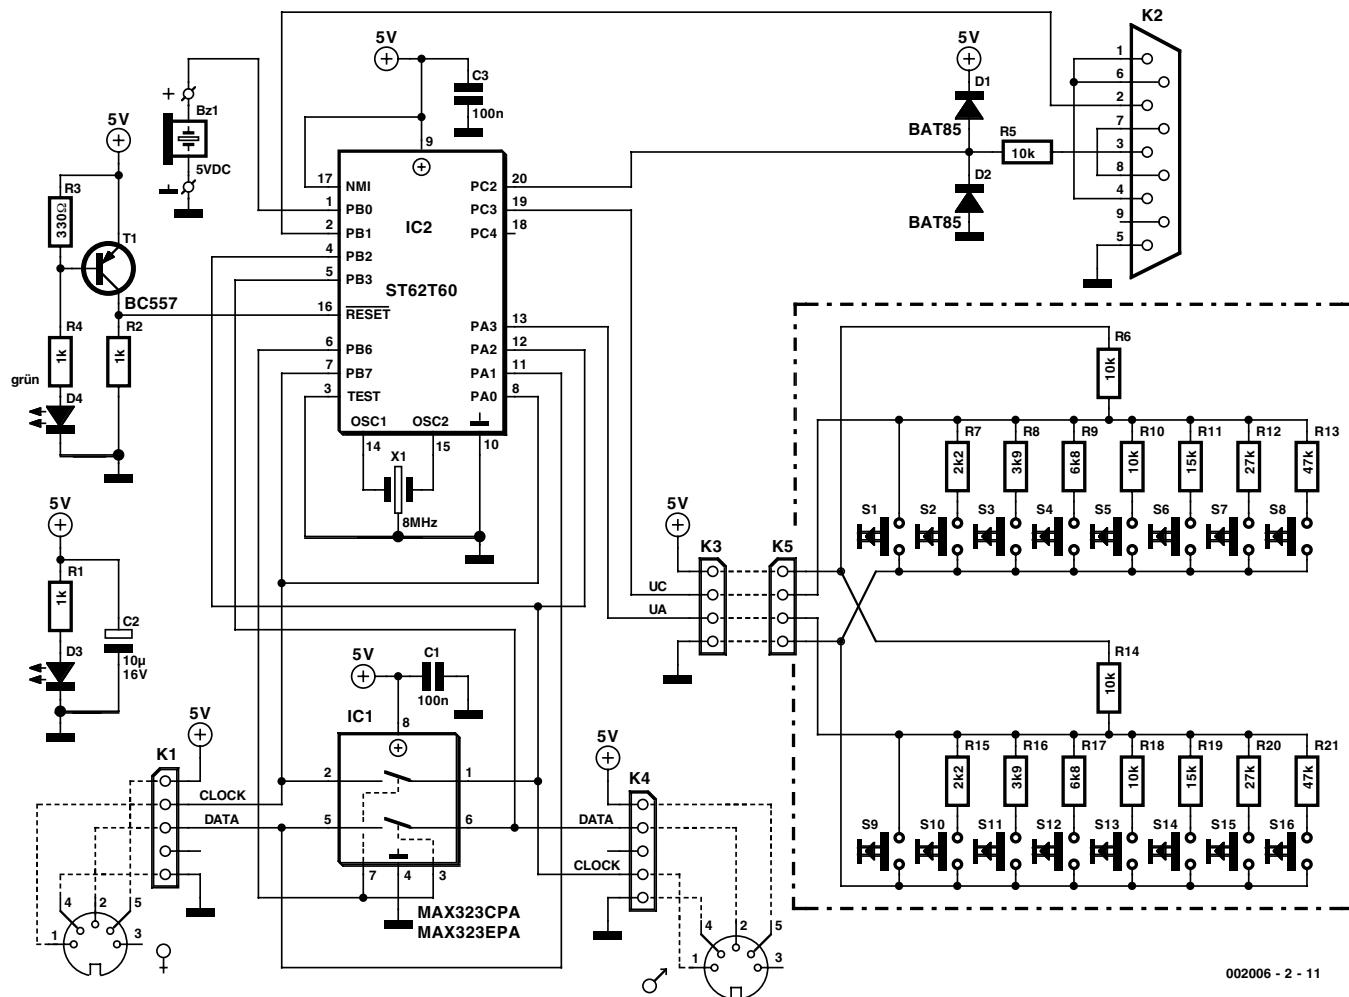
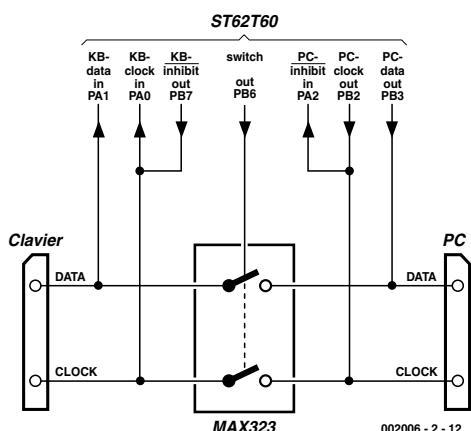

Figure 6. Le schéma complet du montage, une électronique basée sur deux puces.
Figure 7. Voici en clair comment les choses se passent.
Figure 6. Lecteur de CD MP3 utilisant le décodeur TL723 IMD de Samsung. Ce circuit se charge, outre du décodage des données MP3, également de la compression des signaux audio par ADPCM.
La **figure 6** présente un autre chipset. Le décodeur MP3 est ici un TL7231MD de Samsung. Ce composant intègre un CNA, ce qui se traduit par une diminution du nombre de composants requis. Outre la fonction de décodeur MP3, le TL7231D intègre également un codec (*coder-decoder*) ADPCM. Ce composant permet un stockage de signaux audio comprimés de même que leur reproduction.
La **figure 6** nous dévoile le schéma du projet de clavier volubile. Au départ du connecteur pour le clavier du PC (K1), toutes les lignes sont reliées au connecteur K4 à destination du PC, étant bien entendu que les lignes d'horloge et de données traversent au préalable des commutateurs analogiques. C'est ainsi que le montage peut interrompre les dites liaisons le moment venu. L'alimentation provient de K4. Nous apercevons aussi un connecteur (K2) pour l'interface RS232. Le signal d'entrée, R5, D1 et D2 se chargent d'en maintenir l'amplitude entre 0 V et 5 V. Le signal RS232 de sortie est issu directement du port PB1 du
Avec ses nombreuses connexions, tant du clavier volubile au PC que de ce même clavier à celui du PC, il est plutôt malaisé, sur la figure 6, de suivre le trajet de la communication. La **figure 7** est plus explicite à cet égard. Lorsque la ligne PB6 est au niveau haut (1), le PC et son clavier communiquent entre eux via les interrupteurs analogiques, lesquels présentent une résistance R_{DSon} basse, moins de $60\ \Omega$. Au moment où le clavier volubile veut expédier une chaîne au PC, parce qu'une touche vient d'être frappée, PB6 passe préalablement au niveau « 0 » et les interrupteurs s'ouvrent. Le contrôleur recherche alors dans l'EEPROM la chaîne qui correspond à la touche enfoncée et l'envoie au PC, octet par octet, à l'aide de la routine
Reste à fabriquer trois câbles de connexion. Les liaisons avec le PC et avec son clavier, nous les réalisons à l'aide de deux morceaux de cordelière à 4 conducteurs faradisés, d'une longueur de 1,5 m vers le PC, d'environ 50 cm vers son clavier. Un bout sera muni d'une fiche DIN femelle à 5 broches, l'autre d'un connecteur femelle à 5 broches pour circuit imprimé (pensez aux petites chevilles en détrompeur). Les brochages des différents câbles et de leurs fiches sont indiqués à la figure 6. La liaison entre la plaque du clavier et celle du microcontrôleur se réalise par du câble plat en nappe à 4 conducteurs, d'une longueur de 10 cm, terminé d'un côté par un